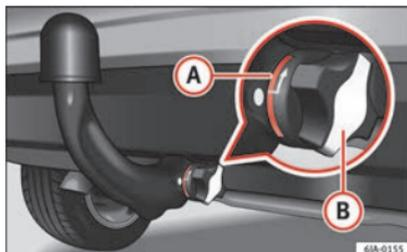

Fig. 200 Fixação correta da barra de cabeça esférica.
- A marca vermelha (A) » Fig. 200 na roda manual indica a marca branca na barra de cabeça esférica.
- A tampa (B) foi colocada na fechadura da roda manual.